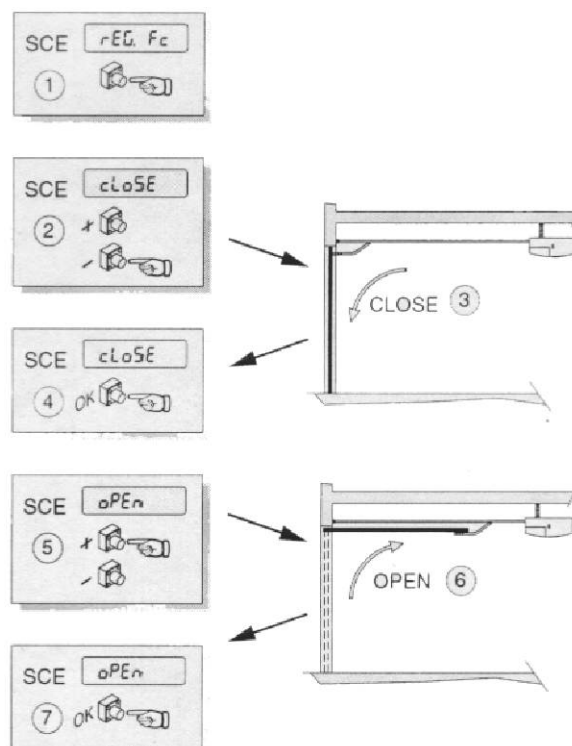

рис. 21
Блок управления SCE имеет меню регулировки концевиков открывания и закрывания, что облегчает установку (смотрите рис. 21 и 22, а также рис. В программирования блока управления) и сделайте следующее:
**ПРИМЕЧАНИЕ:** замок должен быть расположен как указано на дет. 9А и 9В рис. 21. Неправильное положение замка цепи может привести к поломке механизма.